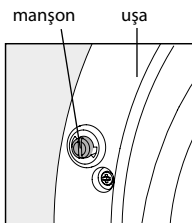

Figura 13
**5.7.1** Blocarea ușii este prevăzută în unele modele de mașini, pentru a evita pornirea accidentală mașinii, spre exemplu de către copii. Pentru a bloca ușa de la închidere, rotiți manșonul așa cum se arată în Figura 13, cu o șurubelniță în sensul ceasornic până când se oprește - fișa iese înainte și nu va permite ca ușa să se închidă. Pentru a debloca ușa înainte de spălare trebuie să acționați în ordine inversă.